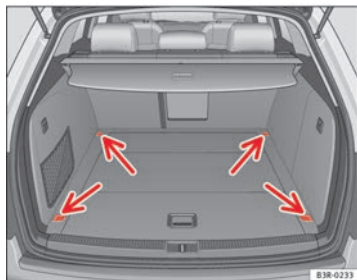

Fig. 117 Posizione degli occhielli di ancoraggio nel bagagliaio.
- Fissare il carico con l'aiuto degli occhielli di ancoraggio ⇒ fig. 117 -frecce-.